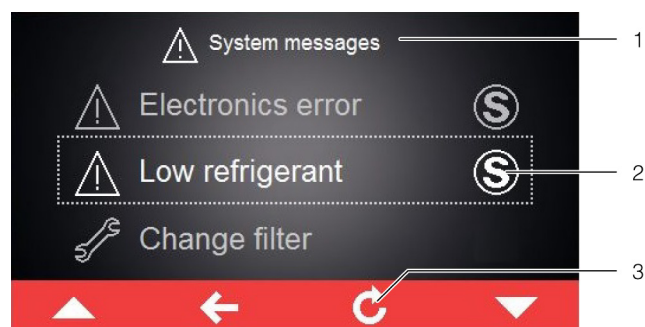

Imagen 46: Pantalla con indicación de fallo
Si se genera una indicación de fallo que no puede ser solucionada por el usuario o que no desaparece por sí sola, aparecerá el símbolo «Servicio» junto a la indicación de fallo, así como en la barra de mando junto al símbolo para indicaciones de sistema (imagen 46, pos. 2).